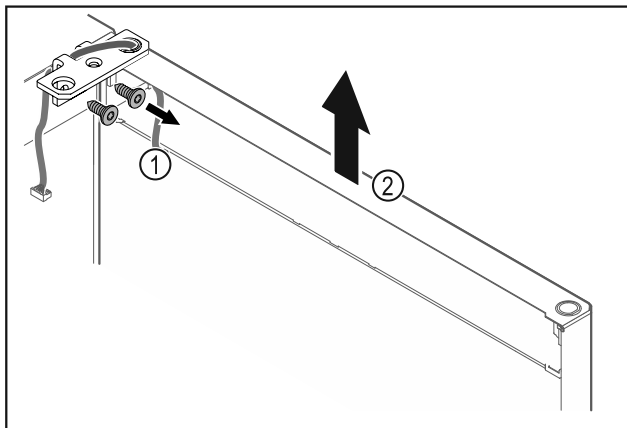

Fig. 19
- ▶ Skru hængselvinklen Fig. 19 (1) af.
- ▶ Løft døren og hængselvinklen Fig. 19 (2) ca. 200 mm lige op, og tag dem af.